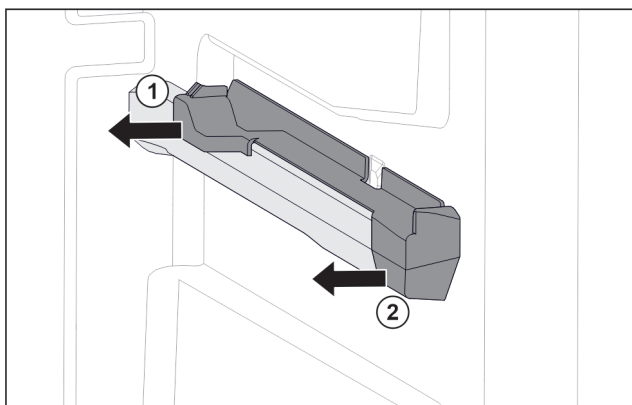

Fig. 80 Tillsats på den högra behållarens galler
- Dra bort tillsats i bak i sidled. Fig. 80 (1)
- Dra bort tillsats i fram i sidled. Fig. 80 (2)